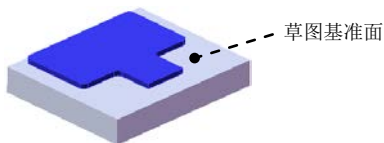

图 16.6.4 凸台—拉伸 2
Step3. 创建图 16.6.4 所示的零件基础特征——凸台—拉伸 2。
(1) 选择命令。选择下拉菜单 **插入(I)** → **凸台/基体(B)** → **拉伸(E)...** 命令（或单击“特征(F)”工具栏中的 **拉伸** 按钮）。
(2) 定义特征的横断面草图。
① 定义草图基准面。选取图 16.6.4 所示的表面作为草图基准面。